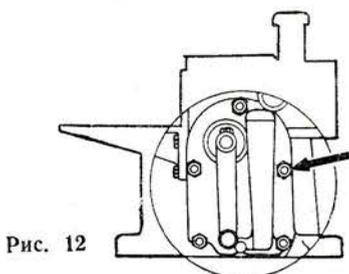

Рис. 12
11. Надеть на шпильки бумажную прокладку, а затем крышку картера с заводным механизмом (рис. 12). Ключом 14 мм завернуть шесть гаек крепления крышки.